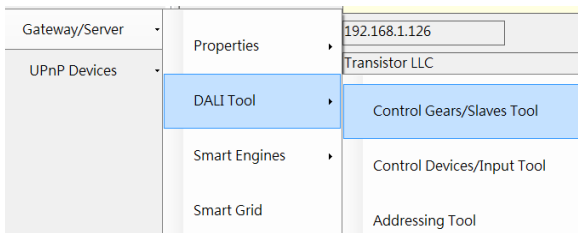
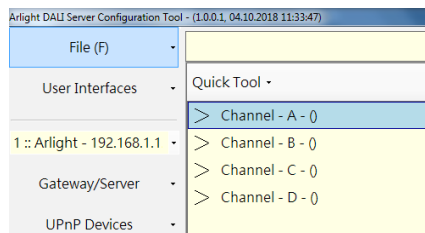

Рисунок 6.
Рисунок 7
6. Для того, чтобы просканировать шины DALI и обнаружить подключенные исполнительные устройства нажмите Gateway/Server -> DALI Tool -> Control Gears/Slaves Tool (Рисунок 6). В окне появится список шин DALI Channel A ... Channel D. (Рисунок 7)